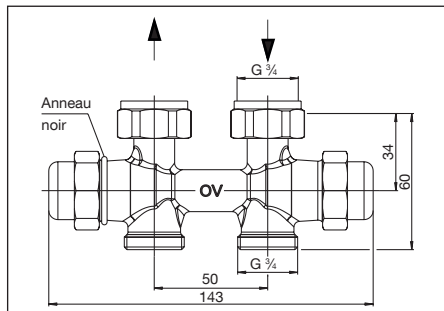
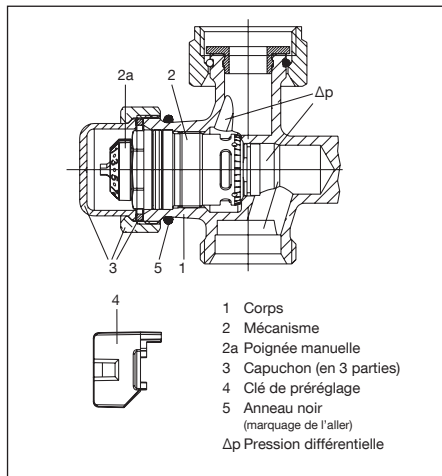
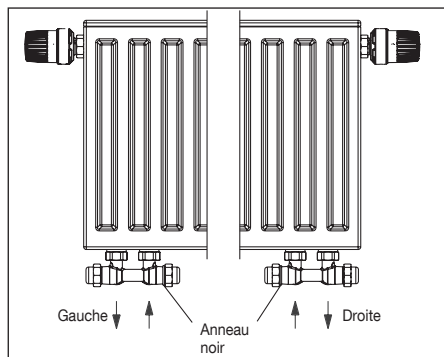

Fig. 3 Modèle droit
Fig. 5 Conception du régulateur de débit
Fig. 6 Affectation des raccordements du modèle équerre pour raccordement à gauche ou à droite
Le débit maximal peut être réglé à l'aide de la clé de préréglage (pos. 4, fig. 5) (voir paragraphe 6.2.1).
Avec l'appareil de mesure raccordé, la pression différentielle disponible au corps de robinet est mesurée. Pour ce faire, dévisser le capuchon (pos. 3, fig. 5). Démontez ensuite le mécanisme (pos. 2, fig. 5) à l'aide du «Demo-Bloc» et effectuez une mesure avec la tige pour mesurer la pression différentielle. Dès que la pression différentielle mesurée atteint un niveau supérieur ou égal à la pression différentielle Δp_{min} (voir 4.1), elle est assez élevée pour permettre la régulation automatique du débit par le raccord.
Il est impératif de respecter la position de l'aller et du retour pour garantir que le fluide circule dans le bon sens (voir fig. 3, 4 et 6). L'aller doit être raccordé au côté du régulateur de débit marqué d'un anneau noir (pos. 5, fig. 5). Le modèle équerre est disponible pour raccordement à gauche et à droite (affectation des raccordements voir fig. 6).
2. Dévisser le mécanisme «QA» (pos. 2, fig. 5) et le mécanisme d'arrêt «Combi LR» à l'opposé à l'aide d'une clé de 19 mm.
4. Démonter l'anneau noir (pos. 5, fig. 5) pour le marquage du raccordement pour l'aller et le monter sur le côté opposé du raccord (mécanisme «QA»).
Lors du montage, veiller à la pose parallèle et sans contraintes de la tuyauterie. Il est impératif de respecter la position de l'aller et du retour pour garantir que le fluide circule dans le bon sens. L'aller doit être raccordé au côté du raccord marqué d'un anneau noir (pos. 5, fig. 5).
Démonter le capuchon sur le côté aller (marqué d'un anneau noir, pos. 5, fig. 5).
Procéder au préréglage selon la valeur souhaitée à l'aide de la clé de préréglage (pos. 4, fig. 5). Le préréglage ne peut être effectué qu'à l'aide de la clé de préréglage fournie qui est montée sur la poignée manuelle (pos. 2a, fig. 5). Cela évite tout risque de déréglage de la valeur réglée par des personnes non autorisées.
1. Démonter le capuchon sur le côté aller (marqué d'un anneau noir, pos. 5, fig. 5).
Dévisser le mécanisme (pos. 2, fig. 5) du corps (pos. 1, fig. 5) à l'aide de l'outil spécial «Demo-Bloc» sans vidanger l'installation.